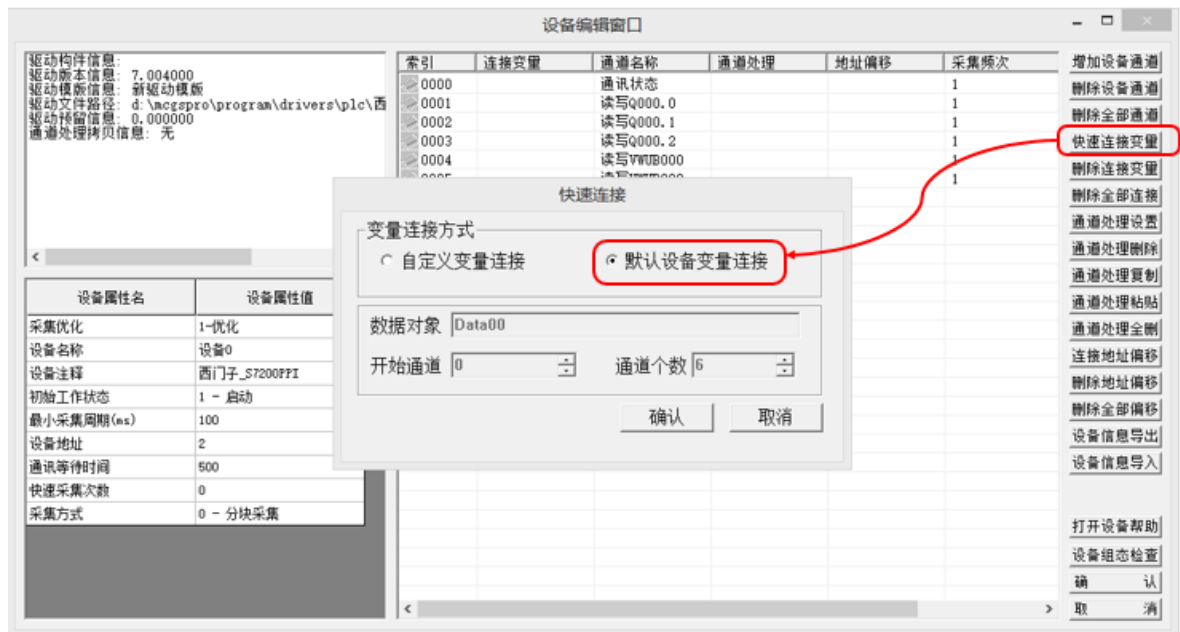

图 4.3.5
④VW2: 与步骤③相同, 通道地址为“2”, 数据类型为“16位无符号二进制”, 通道个数为1。
①点击“快速连接变量”按钮，弹出“快速连接”窗口，选择默认变量连接，点击确认，如图 4.3.5 所示。